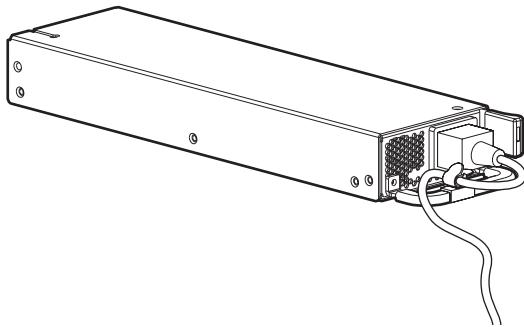

図 13. 張力緩和クリップによる電源コードの固定
5. ノード ハードウェア キットに付属する張力緩和クリップを使って、電源コードを固定します（図 13）。